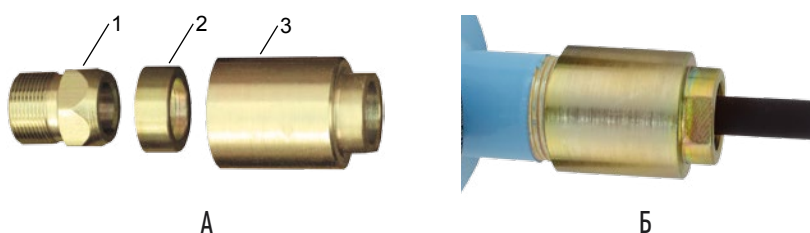

Рис. 4.
Кабельные вводы D18, D26 оснащаются нажимными резьбовыми втулками с хомутами, предназначенными для крепления брони и металлорукава (рис. 4).
Изделия с кабельными вводами D12 без наружной резьбы M24 по умолчанию комплектуются резьбовыми втулками с хомутами (рис. 4).
3) Устройства крепления для кабельных вводов D12 с резьбой M24 – резьбовые втулки УК16 с хомутами (рис. 4) – позволяют зажать металлорукав или броню кабеля максимального диаметра 16 мм.